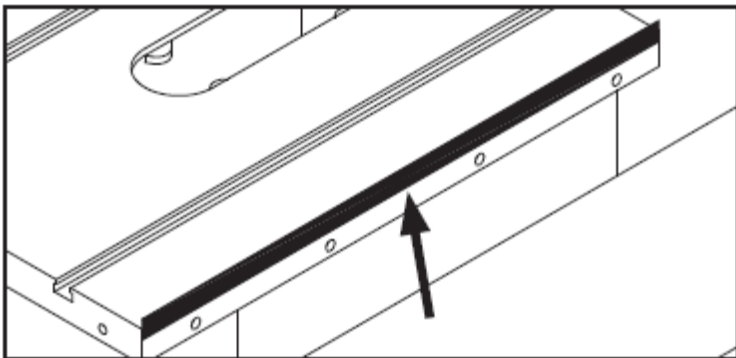

Рис. 14. Расположение клейкой ленты для опускания расширительной консоли
- Если наружный конец расширительной консоли поднят вверх, в качестве регулировочной прокладки для его опускания следует использовать клейкую ленту по верхней кромке основного стола (см. рис. 14).